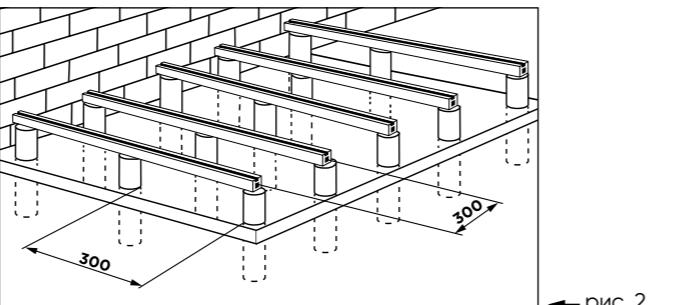

рис. 2
- на бетонные столбики или винтовые сваи, установленные в грунт на глубину промерзания (рис. 2);